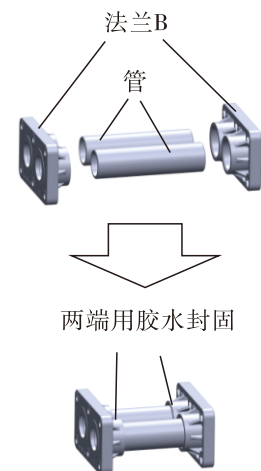

图2-1-2
- 2、如图2-1-2所示，用胶水固封管与法兰B（共1只）。